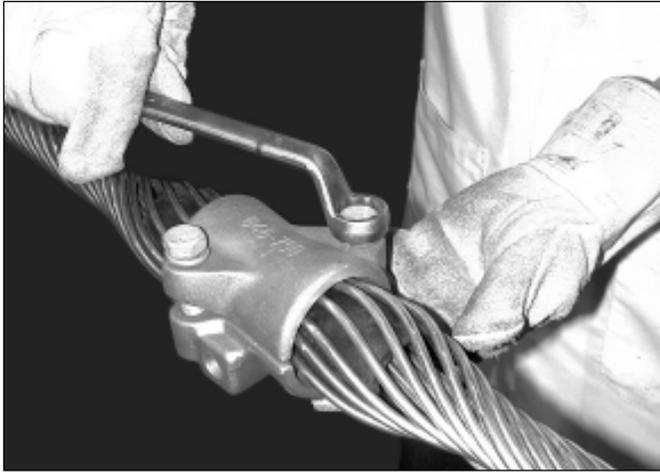

FIGURA 7
3.1 Posicione el cuerpo inferior y superior de la Grapa sobre las Varillas Preformadas e inserte los tornillos con las arandelas de presión. Apriete hasta que las arandelas de presión queden planas (Figura 7).